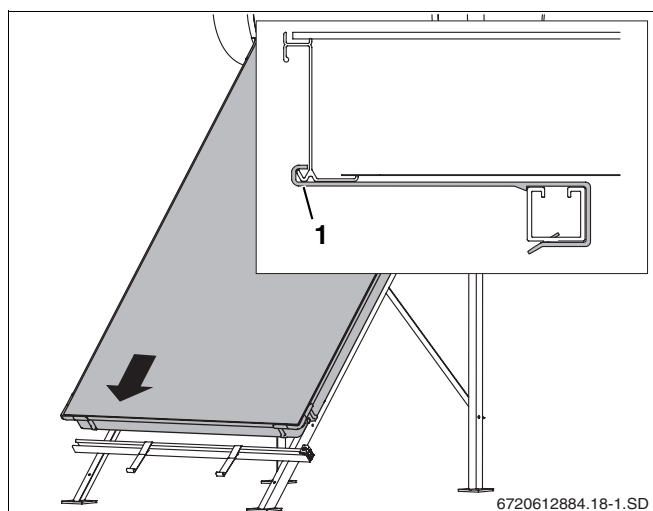

Fig. 16 Colocación del colector sobre los perfiles
- ▶ Coloque el colector sobre los perfiles y deje que se deslice hasta que se introduzca en las piezas de protección contra el deslizamiento (fig. 16, **pos. 1**).